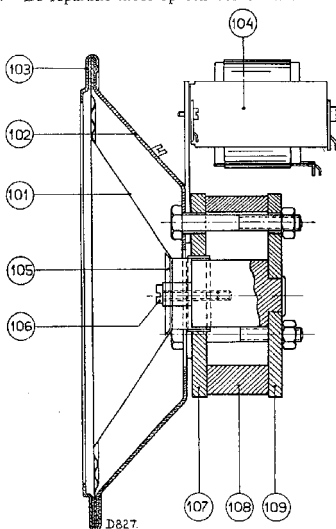

Fig. 5
2. Voor- of achterplaat (pos. 107 en 109 fig. 5) mogen in geen geval van de magneet getrokken worden, hierdoor zou deze verzwakken.
Wordt gedaan met behulp van 4 voelertjes van 0.2 mm dikte (code No. 09.990.840), die door de perforaties van het centreerplaatje (pos. 105, fig. 5) in de luchtspleet tussen spoeltje en plaat worden geplaatst.